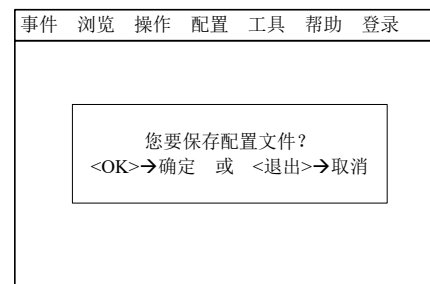

图 22-3
6. 修改完成后, 先按“菜单”键, 然后按“↓”键选择“确认”, 再按“OK”键保存退出。此时系统会弹出对话框提示保存修改的内容(图 22-3), 若选择“OK”, 则此修改被长期保存, 重启机器后仍有效。若选择“退出”, 则此修改仅为临时性的, 重启机后, 修改的数据会丢失。
6. 修改完成后，先按“菜单”键，然后按“↓”键选择“确认”，再按“OK”键保存退出。此时系统会弹出对话框提示保存修改的内容（图 22-3），若选择“OK”，则此修改被长期保存，重启机器后仍有效。若选择“退出”，则此修改仅为临时性的，重启机后，修改的数据会丢失。
- 修改完成后，先按“菜单”键，然后按“↓”键选择“确认”，再按“OK”键保存退出。此时系统会弹出对话框提示保存修改的内容（图 22-3），若选择“OK”，则此修改被长期保存，重启机器后仍有效。若选择“退出”，则此修改仅为临时性的，重启机后，修改的数据会丢失。
2. 按“→”键选择“配置”子菜单(图 22-2), 然后按“↓”键选择“保存配置”, 然后按“OK”键, 确认保存配置窗口显示(图 22-3), 再按“OK”键系统即开始执行保存。
5. 修改完成后，先按“菜单”键，然后按“↓”键选择“确认”，再按“OK”键保存退出。此时系统会弹出对话框提示保存修改的内容（图 22-3），若选择“OK”，则此修改被长期保存，重启机器后仍有效。若选择“退出”，则此修改仅为临时性的，重启机后，修改的数据会丢失。
5. 退出逻辑关系编辑窗口后系统会弹出对话框提示保存修改的内容（图 22-3），若选择“OK”，则此修改被长期保存，重启机器后仍有效。若选择“退出”，则此修改仅为临时性的，重启机后，修改的数据会丢失。
- 按“→”键弹出可被分配组的下拉菜单，选择期望的组别，按“OK”键，系统保存并退回到初始界面。此时系统会弹出对话框提示保存修改的内容（图 22-3），若选择“OK”，则此修改被长期保存，重启机器后仍有效。若选择“退出”，则此修改仅为临时性的，重启机后，修改的数据会丢失。